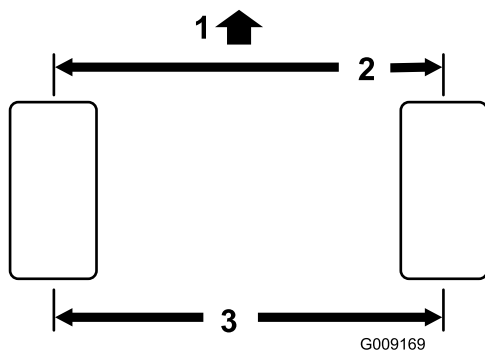

Figure 54
2. Mesurez l'entraxe (à hauteur d'essieu) à l'avant et à l'arrière des roues directrices (Figure 54). Vous devez obtenir 0 ± 3 mm à l'avant du pneu puis à l'arrière du pneu. Tournez les roues à 90 degrés et mesurez à nouveau.